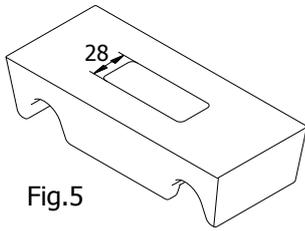

Fig.5
**Attenzione**, in funzione della tipologia di legna utilizzata, del potere calorifico e soprattutto dell'umidità e dimensione delle braci, può risultare opportuno l'uso di una griglia con geometria differente avente la finalità di prevenire la formazione del tipico ponte nella zona di massificazione, o l'ostruzione eccessiva al passaggio braci. Normalmente le due griglie, a fessure longitudinali o a fessure trasversali (fig.5 e fig.6), è indicata quando si utilizza legna molto secca e ad elevato potere calorifico con produzione di braci di grossa granulometria.